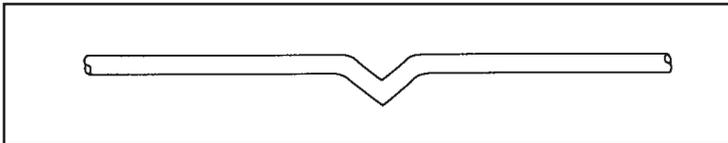

Figure 2
- Une déformation du câble. Reportez-vous à la figure 2.